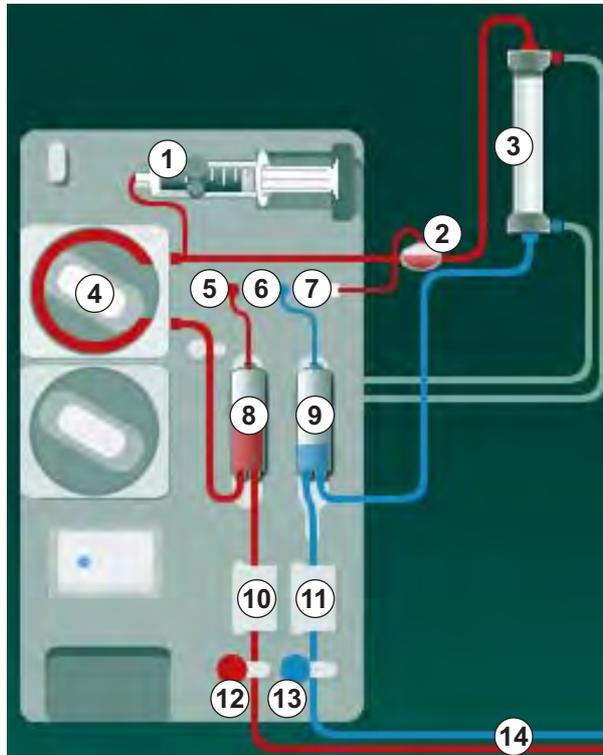

Abb. 9-3 Blutschlauchsystem einlegen – Single-Needle-Cross-Over
1. Dialysator (Abb. 9-3 , ③) im Dialysatorhalter befestigen (siehe Abschnitt 5.6 Dialysator anschließen (95)).
- 5 Arterieller Drucksensor (PA)
- 6 Venöser Drucksensor (PV)